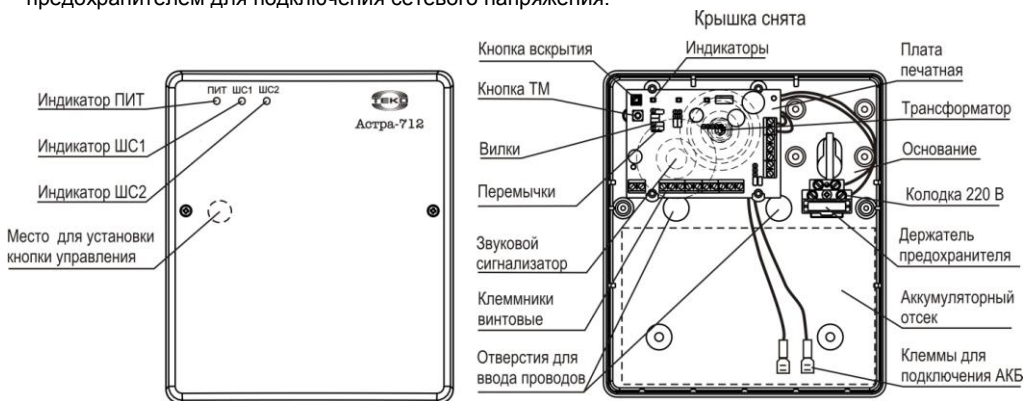

Рисунок 1
6.1 Конструктивно прибор выполнен в виде блока со съёмной крышкой (рисунок 1). Внутри блока установлена печатная плата с радиоэлементами, сетевой трансформатор и колодка с предохранителем для подключения сетевого напряжения.